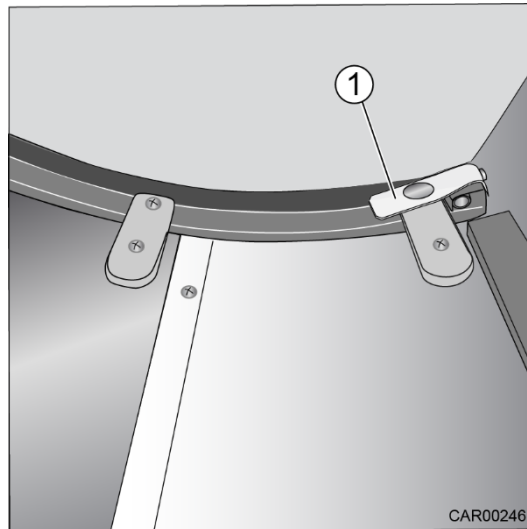

Fig. 147 Douche circulaire avec portes coulissantes
1. Débloquer la fixation par bouton-pression (Fig. 147/1).